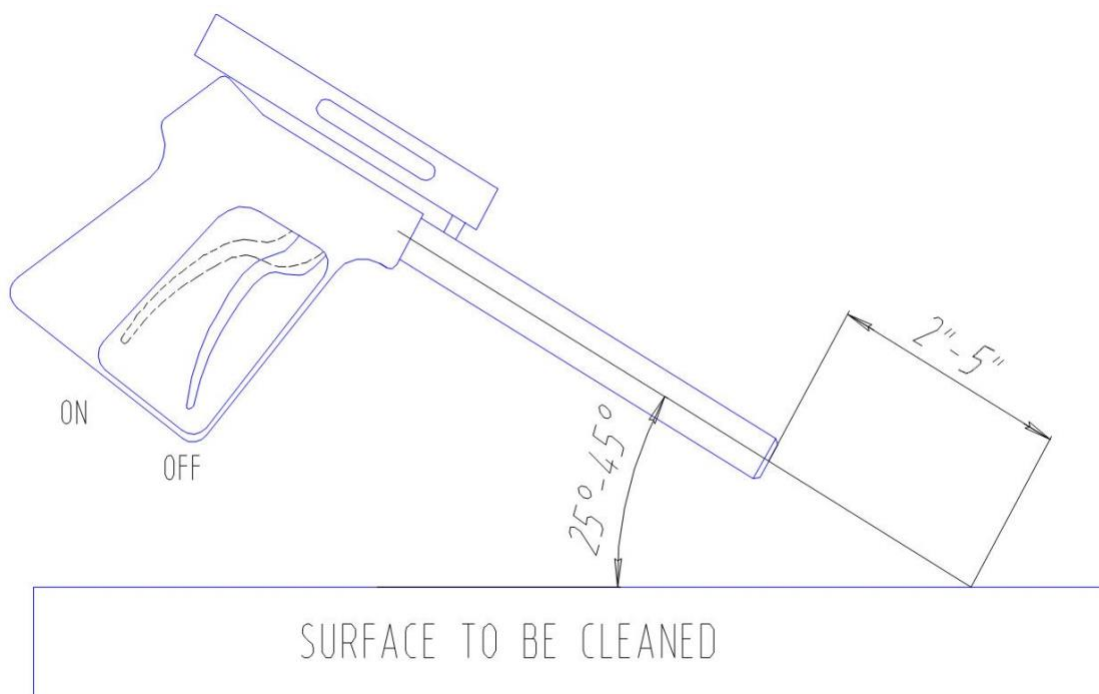

Figura 5.3 - Posição da pistola para melhores resultados
- 9) Com a pistola submersa, puxe o gatilho para a posição aberto ou LIGADO para liberar a pressão de ponto morto na unidade enquanto tenta ligar a unidade. Solte o gatilho imediatamente. (Veja a figura 5.3)
- 2) Ativar o fluxo de cavitação de limpeza pressionando o gatilho para a posição aberta ou “LIGADO” (ver Figura 5.3). Solte o gatilho para interromper o fluxo de água e direcionar para o desvio.
Se o mergulhador que opera a unidade tiver que ser substituído ou a operação de limpeza tiver que ser interrompida ou encerrada, desligue a unidade **e então liberar a água pressão na (s) mangueira (s) pressionando o gatilho da pistola para a posição aberta ou “LIGADA” (ver Figura 5.3) enquanto está debaixo de água.** Reverter volte ao passo 5.2 das instruções de operação quando o mergulhador ou substituto estiver pronto para continuar a limpeza.
- Puxaro gatilho da pistola para a posição aberta ou “LIGADA” (ver Figura 5.3).
Quando o mergulhador estiver pronto para iniciar as operações de limpeza, certifique-se de que o gatilho da pistola esteja na posição aberta ou "LIGADA" (Veja a Figura 5.3), a pistola esteja submersa na água e a bomba de alimentação esteja operando antes para ligar o motor elétrico. Certifique-se de que o operador da unidade e outras pessoas que trabalham nas proximidades da unidade usem proteção auditiva adequada quando a unidade estiver funcionando.
2. **A técnica operacional mais eficiente é para segurar o bico a 2-5 polegadas (5-8 cm) de distância da superfície a ser limpa e em um ângulo de 25 a 45 graus com a superfície que está sendo limpa (consulte a Figura 5.3).** O mergulhador precisa observar a forma do cone de jato em cavitação. Em profundidades maiores, a pressão ambiente mais alta fará com que o cone do jato seja mais curto. A zona mais larga do cone é a parte mais eficiente do jato de cavitação. Colocar o bico a menos de 2 polegadas (5 cm) da superfície que está sendo limpa não permitirá um desempenho de cavitação eficiente e degradará a capacidade de limpeza do sistema CaviBlaster.
4. Se o mergulhador que opera a unidade tiver que ser substituído ou a operação de limpeza tiver que ser interrompida ou encerrada, desligue a unidade **e em seguida, libere a pressão da água na (s) mangueira (s) pressionando o gatilho da pistola para a posição aberta ou "LIGADA" (consulte a Figura 5.3) enquanto estiver debaixo d'água.** Reverta ao passo 5.2 das instruções de operação quando o mergulhador ou substituto estiver pronto para continuar a limpeza.
5. Apertoo gatilho da pistola para a posição aberta ou "LIGADA" (Ver Figura 5.3) para libere a pressão restante da água na (s) mangueira (s) enquanto a pistola está submersa.